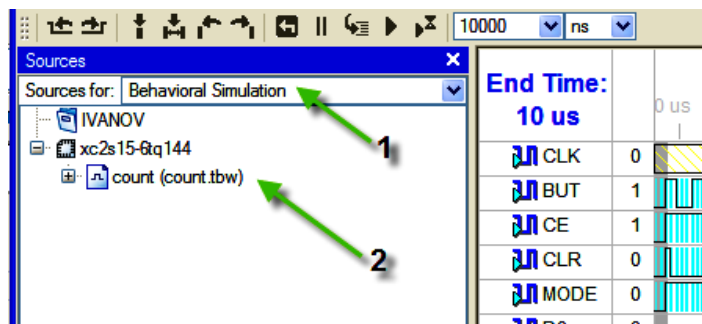

Рис. 21. Выбор *Behavioral Simulation*
12. В окне *Sources* выберите *Behavioral Simulation* (1), чтобы увидеть, что файл тестовых сигналов автоматически добавлен в проект (2) (рис. 21).